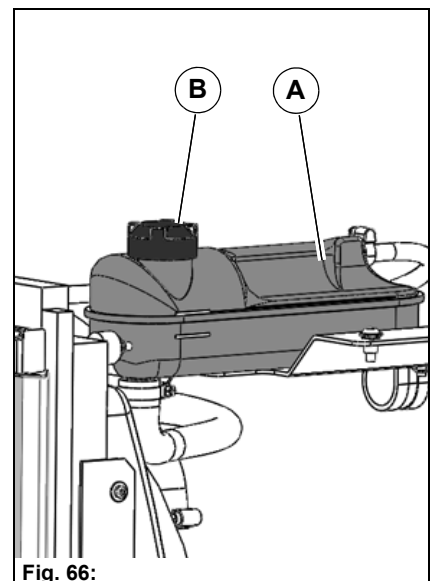

Fig. 66:
Contrôler une fois par jour le niveau de liquide de refroidissement dans le réservoir de compensation **Fig. 66-A** et en rajouter si nécessaire.
3. Dévisser prudemment et petit à petit le bouchon **Fig. 66-B** du réservoir de compensation.